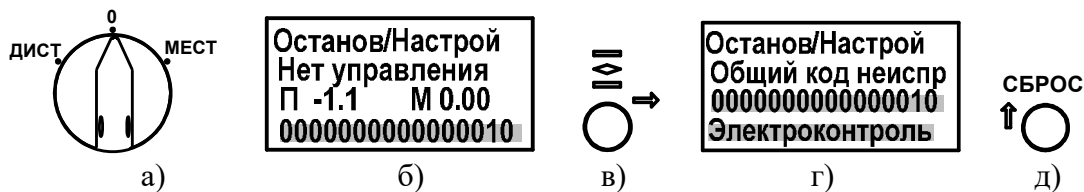

Рисунок 9 – Пример индикации неисправности защиты по электрическим параметрам
2.7.3 Если в режиме "Останов/Настройка" на нижней строке дисплея выводится **общий код неисправности "0000000000000010"**, то при нажатии кнопки "→" на нижней строке выводится наименование неисправности – "Электроконтроль" (защита по электрическим параметрам), см. рисунок 9.